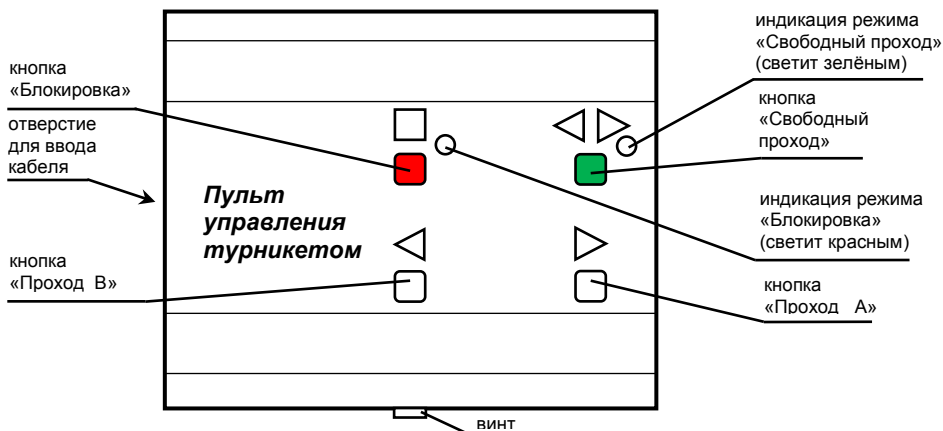
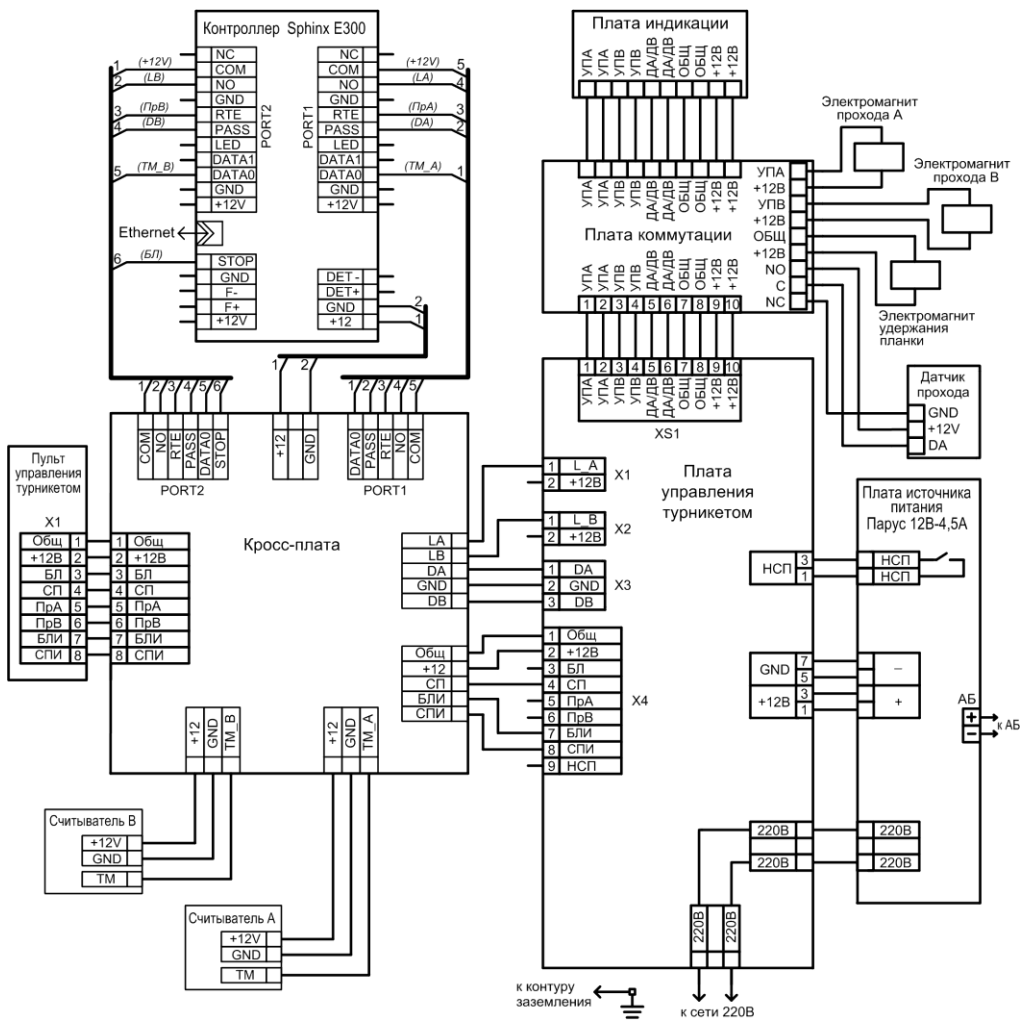

Рис.2 Внешний вид пульта управления
Рис.7 Схема электрическая соединений
Пульт управления турникетом (рис.2) предназначен для ручного дистанционного управления турникетом.
Пульт имеет четыре кнопки (рис.2) для включения (отключения) различных режимов турникета. Ниже описана работа пульта управления при установке переключателей 1 и 2 на плате управления турникетом в положения ON и OFF соответственно (см. пункт 6).
Нажатое положение кнопок «◀▶» и «■» индицируется соответствующими светодиодами на пульте управления (рис.2).
Пульт управления поставляется в комплекте с турникетом и подключается к кросс-плате, см. рис.7.
- подключите кабель пульта управления к клеммнику кросс-платы турникета и к клеммнику пульта (выкрутите винт – рис.2, снимите крышку, на крышке пульта расположена плата с клеммником, проденьте кабель в отверстие, подключите кабель согласно схеме подключения – рис.7, зафиксируйте кабель хомутом, соберите пульт);
- в режиме «Ожидания» нажмите на кнопку «▶» «Проход А» (рис.2). На индикаторе состояния турникета засветится зелёная стрелка – разрешен однократный проход,
| <p>В режиме «Ожидание» при предъявлении карты или при включении с ручного пульта режима «однократного прохода»:</p> <ol style="list-style-type: none"> 1. Турникет не управляется (не проворачиваются планки), индикация состояния отсутствует или не переключается на режим «Однократного прохода» 2. Турникет не управляется, при этом индикация состояния присутствует | <ol style="list-style-type: none"> 1. Нет сигнала на кросс-плату или плату управления турникетом или плату коммутации или плату индикации и на электромагниты прохода А(В) 2. Нет сигнала на электромагнит прохода А(В) | <ol style="list-style-type: none"> 1. Проверьте целостность кабелей и качество разъёмных соединений: плат считывателей А и В, кросс-платы, разъёмов платы управления турникетом, платы коммутации, платы индикации и электромагнитов прохода (см. схему соединений, рис.7) 2. Проверьте целостность кабелей и качество разъёмных соединений электромагнитов прохода <p>Обеспечьте контакт разъёмных соединений, устраните обрыв кабеля</p> |